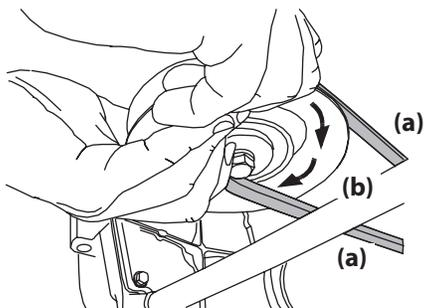

Figura 4-15
- d. Mientras sostiene la correa de la PTO (a) hacia abajo, siga girando la polea de la PTO (b) hasta que la correa de la PTO (a) se deslice fuera de la polea (b). Consulte la Figura 4-15.
11. Tire del lado derecho de la correa de la PTO hacia atrás y coloque el lado V angosto de la correa de la PTO en la polea de la PTO. Vea la Figura 4-15.
12. Mientras sostiene la correa de la PTO y la polea de la PTO juntas, rote la polea de la PTO hacia la izquierda (Vea la Figura 4-15). Siga sosteniendo y rotando la polea de la PTO y la correa de la PTO hasta que la correa de la PTO se enrolle totalmente en la polea de la PTO.